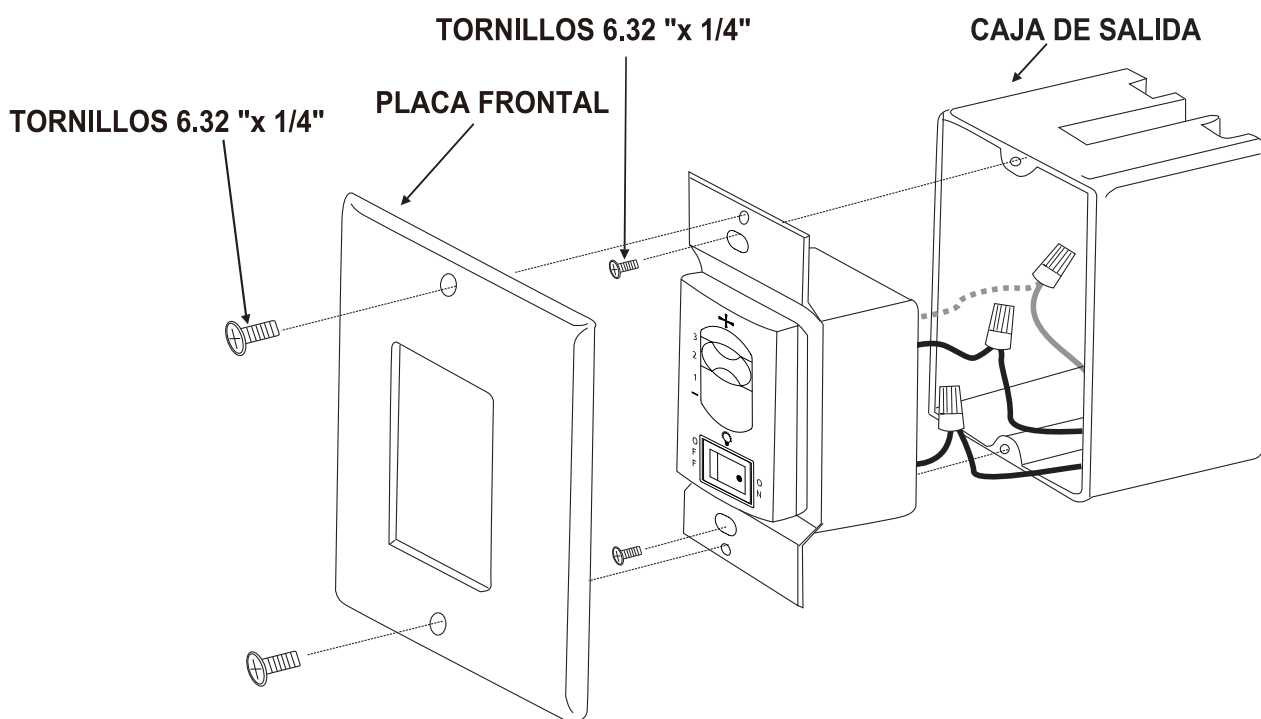

Fig. 10
1. Inserta cuidadosamente las conexiones de los cables dentro de la caja de distribución. Fije el control de pared con los dos tornillos suministrados. (Fig.10)